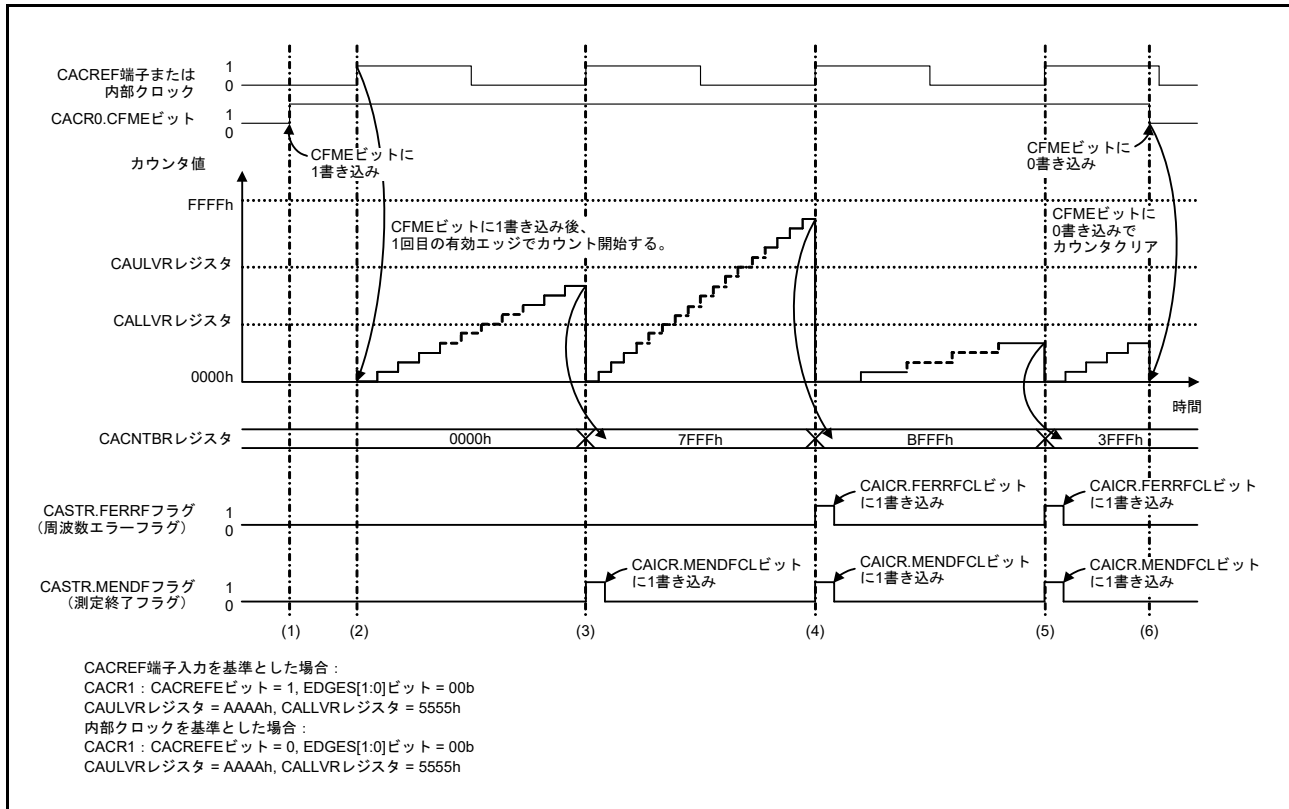

図 9.2 クロック周波数精度測定回路 (CAC) の動作例
クロック周波数精度測定回路 (CAC) は、CACREF 端子入力または内部クロックを基準にしてクロック周波数を測定します。図 9.2 にクロック周波数精度測定回路 (CAC) の動作例を示します。
2. CACR1.EDGES[1:0] ビットで選択した有効エッジが測定基準クロックから入力されると、タイマがカウントアップを開始します。図 9.2 に示すように、有効エッジは立ち上がりエッジ (CACR1.EDGES[1:0] = 00b) です。